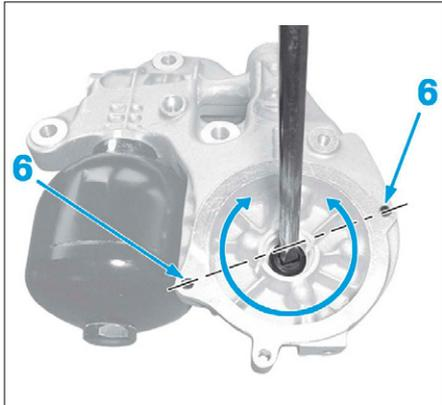

FIG. 29
- Aligner à l'aide d'un tournevis le méplat de l'entraîneur (4) avec les deux taraudages (6) (Fig.29).